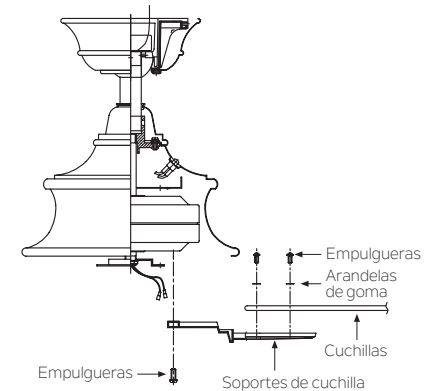

Fig. 16
**Paso 1.** Fije una cuchilla a un soporte de cuchilla con los tornillos y arandelas de goma provistos. (Fig.16)
**Paso 2.** Conecte cada conjunto de cuchillas al motor utilizando los tornillos de montaje “preinstalados” en el soporte de la cuchilla. (Fig. 16)